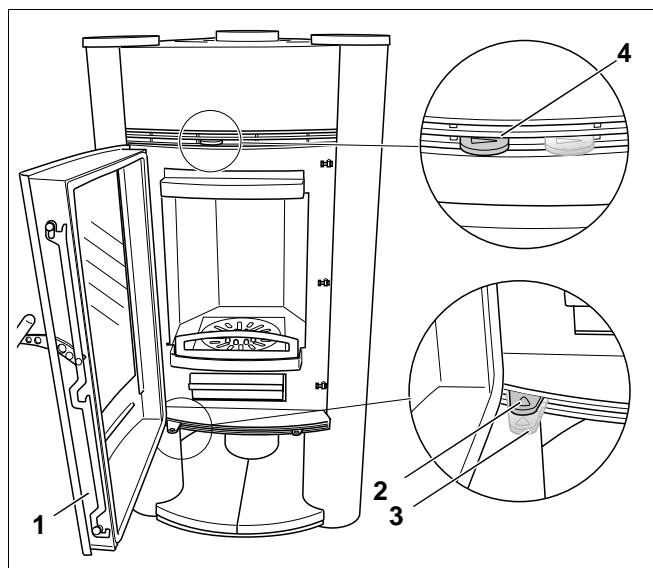

Abb. 17 Primär- und Sekundärluftschieber
- Öffnen Sie die Feuerraumtür (Abb. 17, **Pos. 1**).
- Stellen Sie den Schieber der Primärluftzufuhr und den Schieber der Sekundärluftzufuhr auf Stellung „Auf“ (Abb. 17).